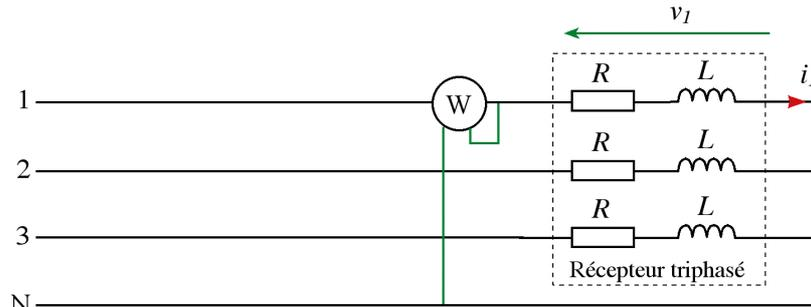

Figure 1
4. Représenter, sur la **figure 1**, un appareil permettant de mesurer la valeur efficace de la tension simple du réseau.
6. Représenter sur la **figure 1**, un appareil permettant de mesurer la valeur efficace de l'intensité du courant traversant la bobine connectée à la **phase 1**.
9. La puissance indiquée par le wattmètre sur la **figure 1** est de **750 W**. On prend pour valeur efficace de l'intensité traversant une bobine $I = 4,32 \text{ A}$ et un déphasage de 38° . Calculer en précisant les formules, pour le récepteur triphasé :